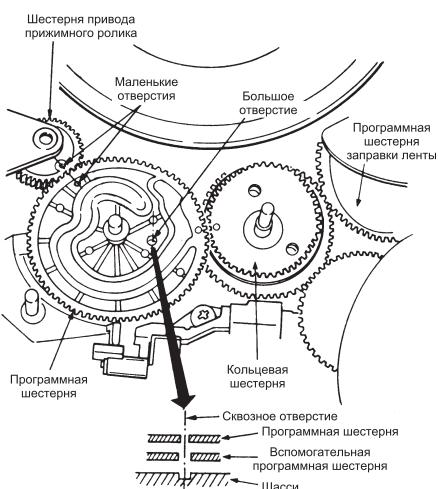

Рис. 5. Установка основной программной шестерни
2. Устанавливают с верхней стороны шасси шестерню привода прижимного ролика. Затем устанавливают основную программную шестерню так, чтобы маленькие отверстия на ней и на шестерне привода прижимного ролика находились на одной линии. Большое отверстие в программной шестерне должно при этом совпадать с отверстием во вспомогательной программной шестерне, как показано на рис. 5.